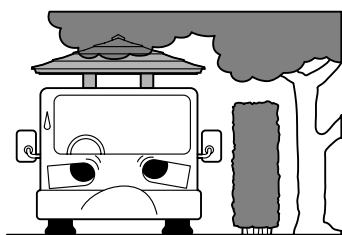

図4-3
- ③上部(4m以内)に障害物はないか確認してください。(電線・引込み線・橋・高木の枝や葉など) (図4-3参照)
- ④クレーンの取り回しが可能か確認してください。(電線・建物・植栽などが引っ掛からないか確認してください。)
- ⑤基礎および門柱がしっかり打ってあるか確認してください。